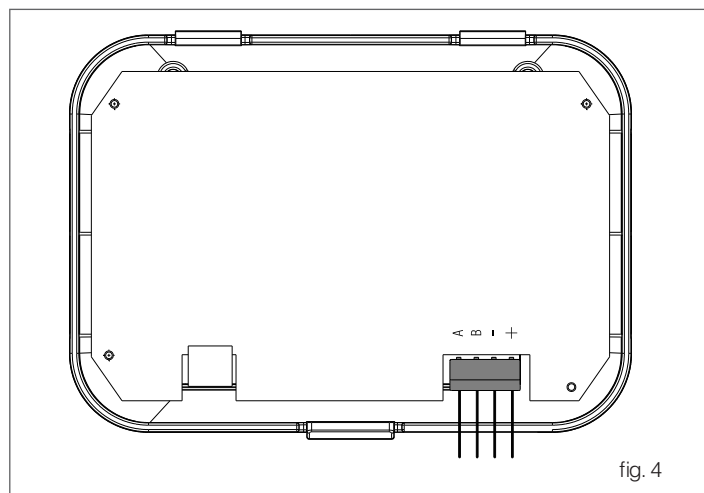

fig. 4
- Collegare l'altro capo del cavo alla scatola connessioni elettriche della caldaia nel lato bassa tensione, secondo quanto indicato nello schema elettrico di pag. 14, rispettando le polarità (**fig. 4**)